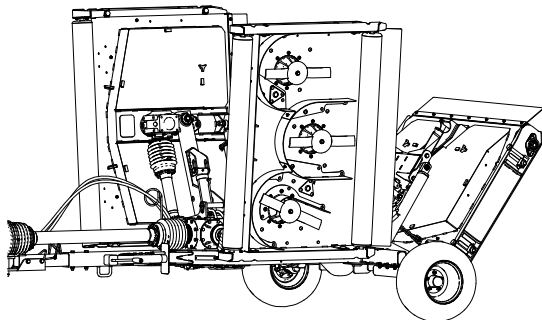

Figure 63
2. Relevez les plateaux de coupe et verrouillez-les, puis coupez le moteur et enlevez la clé de contact (Figure 63).